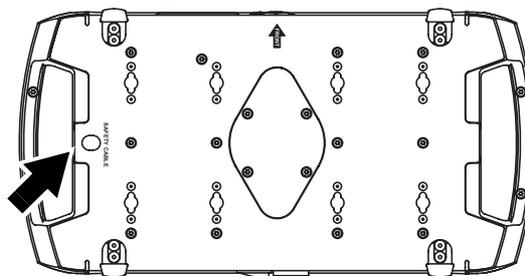

Bild 6: Ankerpunkt des Fangseils
5. Siehe Bild 6. Montieren Sie ein zugelassenes Fangseil, das für das Gewicht des Gerätes ausgelegt ist. Führen Sie das Fangseil durch den Ankerpunkt an der Basis des Gerätes (Pfeil) und durch einen sicheren, zweiten Ankerpunkt. Das Gerät muss zuverlässig gehalten werden, wenn die primären Anschlagmittel versagen.